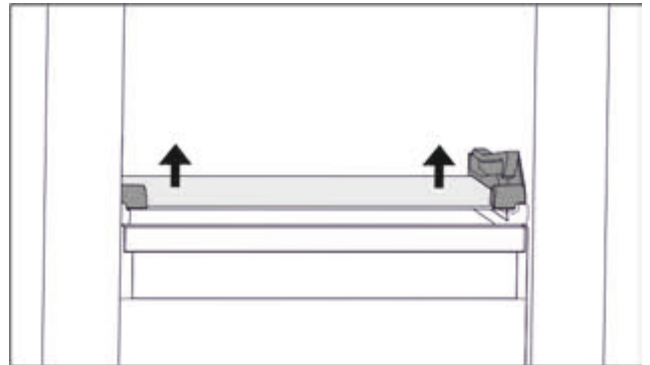

Fig. 92 Скляна пластина відкидного висувного ящика
- ▶ Скляну пластину натиснути з обох боків знизу вгору. (див. Fig. 92)